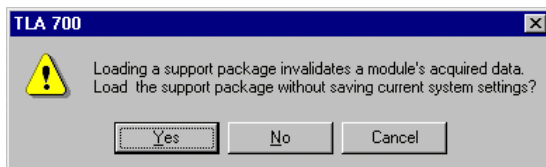

図 1-3 : サポート・パッケージを読み込むにあたって設定とデータ保存確認の TLA700 ダイアログ・ボックス
4. サポート・パッケージを読み込むにあたって、図 1-3 のような現在の設定とデータを保存するか、廃棄するかを求める TLA700 ダイアログ・ボックスが表示されますので、保存しないでサポート・パッケージを読み込む場合には、< Yes >ボタンを選択するか、[Enter]キーを押します。保存する場合には< No >を選択します。